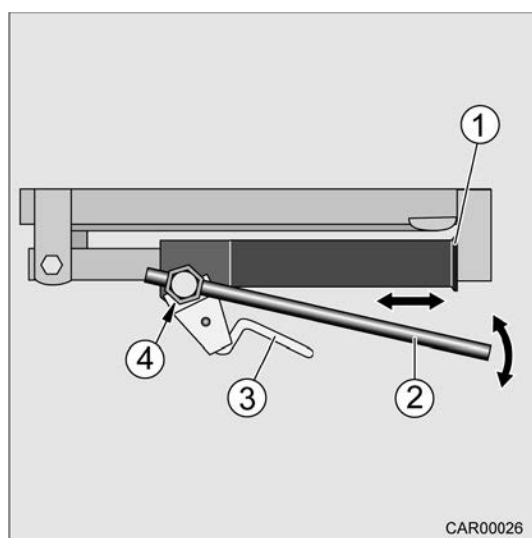

Fig. 37 Béquille arrière à manivelle châssis Fiat
1. Placer la clé à douille (Fig. 37/2) sur l'écrou hexagonal (Fig. 37/4).
2. Amener la béquille arrière à manivelle (Fig. 37/1) avec la clé à douille (Fig. 37/2) en position avant extrême.
3. Enlever la clé à douille (Fig. 37/2) de l'écrou hexagonal (Fig. 37/4).
4. Pivoter la béquille arrière à manivelle (Fig. 37/1) vers le bas. Pour ce faire, pousser sur le levier de sécurité (Fig. 37/3).
4. Pivoter la béquille arrière à manivelle (Fig. 37/1) vers le haut. Pour ce faire, pousser sur le levier de sécurité (Fig. 37/3).
5. Placer la clé à douille (Fig. 37/2) sur l'écrou hexagonal (Fig. 37/4).
6. Amener la béquille arrière à manivelle (Fig. 37/1) avec la clé à douille (Fig. 37/2) en position de stationnement.